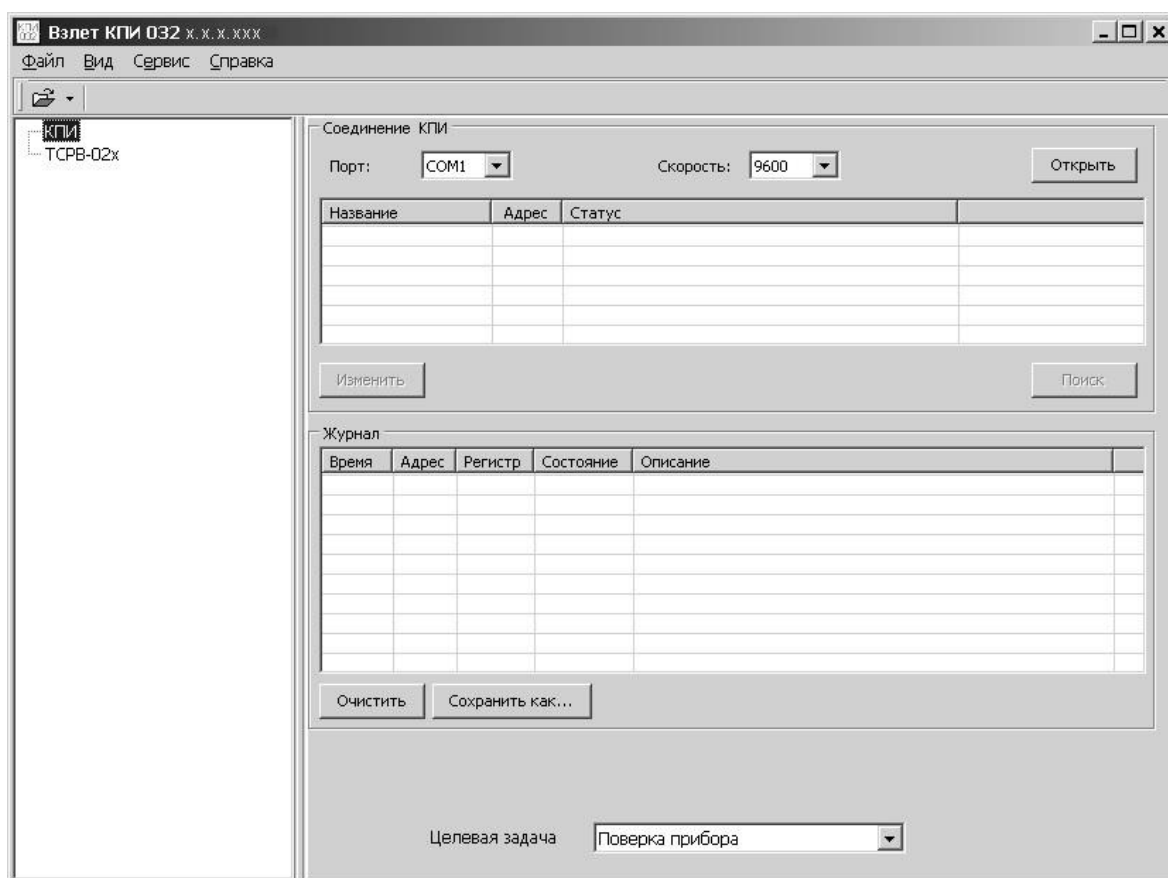

Рис.2. Вид основного окна программы.
2.4.1.1. Запустить на ПК программу «Взлет КПИ 032», после чего на экране монитора отобразится основное окно (рис.2).
- в строке меню основного окна (рис.2) выбрать команду **Сервис / Параметры**;